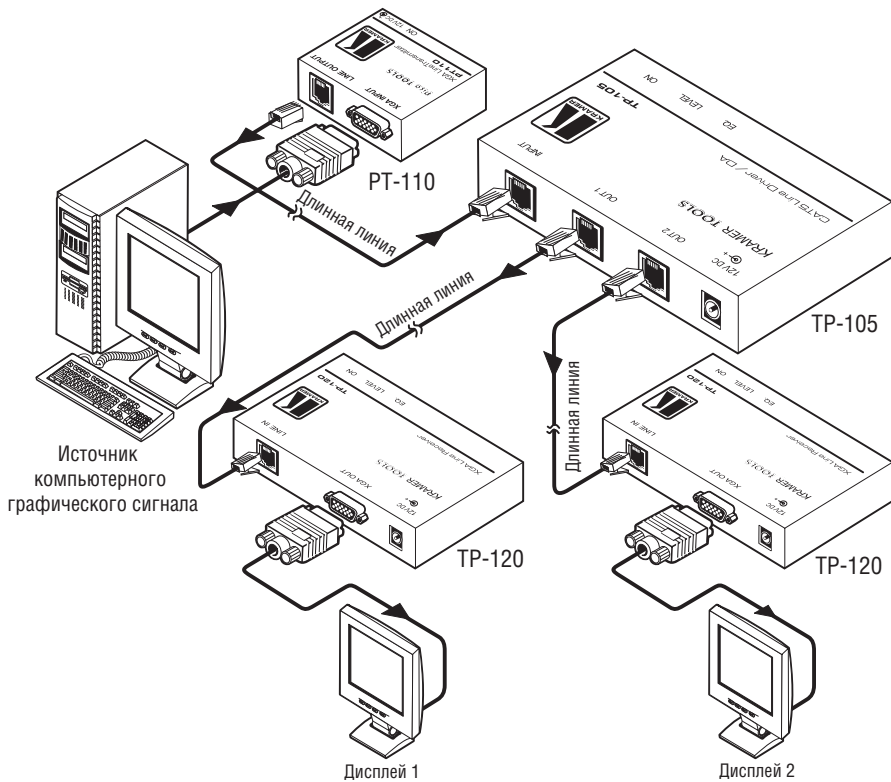

Рис. 13. Пример построения системы передачи сигнала с использованием линейного усилителя-распределителя TP-105
**TP-105** имеет один вход и два выхода и предназначен для усиления сигнала при передаче его по длинному кабелю на витой паре. На рис. 13 показан пример системы передачи компьютерного графического сигнала по длинным кабелям на два дисплея на основе линейного передатчика **PT-110**, двух линейных приемников **TP-120**1 и линейного усилителя-распределителя **TP-105**.